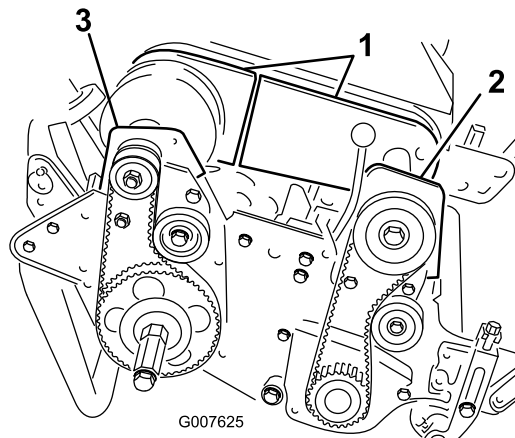

图48
- 拧下将差速器罩的前后部分固定到差速器壳体的螺栓，将差速器罩滑开，露出皮带（图48）。
6. 卸下将前离合器壳体固定到侧板上的2个螺栓和2个锁紧螺母（图48）。
8. 卸下将右后轴承座固定到侧板上的2个螺栓和锁紧螺母（图48）。